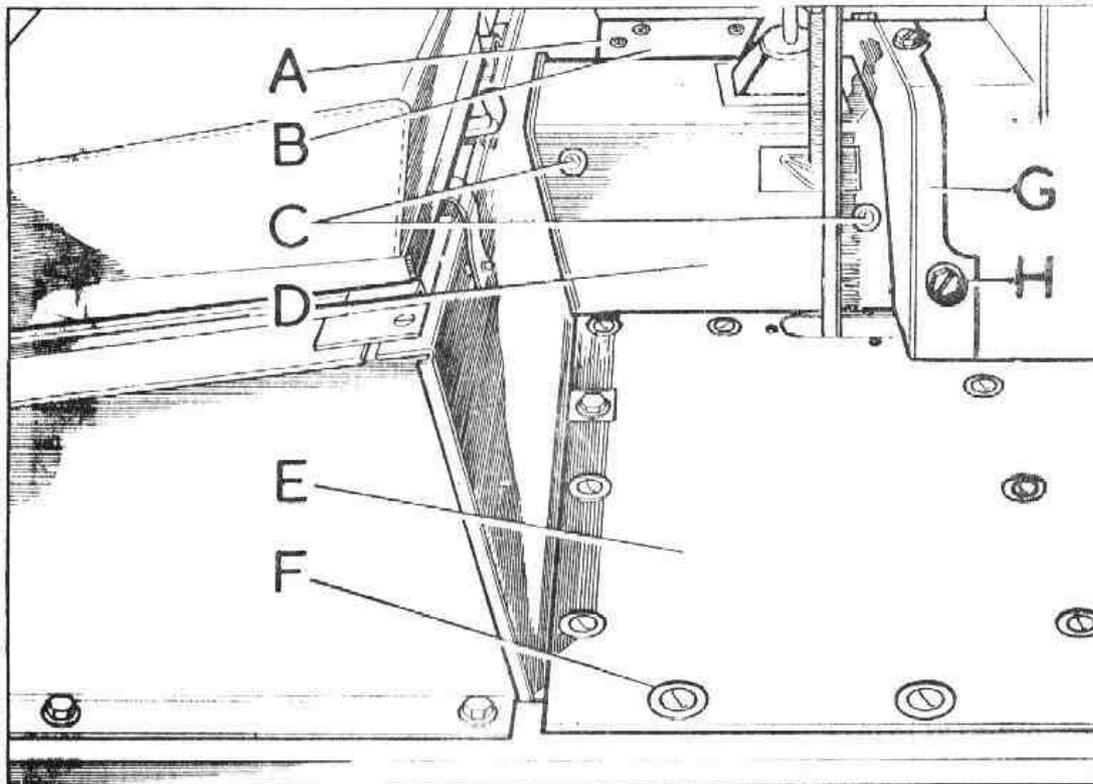

Fig. Q1-25 Piso delantero
- 1.4. Soltar los tornillos, A y F (Fig. Q1-25) y desmontar las dos placas, B y E, del piso de la cabina.